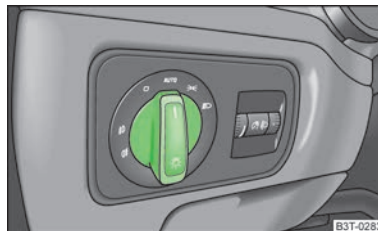

Fig. 31
- Girar el conmutador de luces » fig. 31 a la posición **AUTO**.
➤ Girar el conmutador de luces »  fig. 31 de la página 50 a la posición **AUTO**.